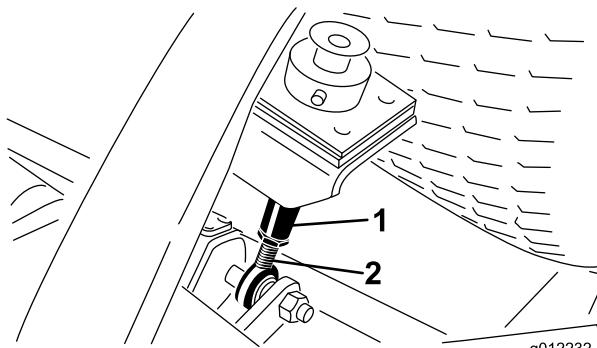

Figura 11
8. Afloje las contratuerca del extremo inferior de las varillas de ajuste de la altura de corte (Figura 11).